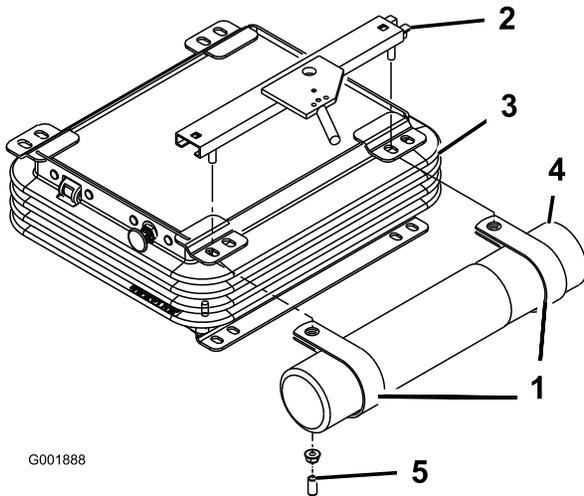

Figura 7
2. Retire las 2 tuercas y los tapones de vinilo (si están instalados) que sujetan el soporte superior del asiento al lado izquierdo de la suspensión del asiento (Figura 7).
3. Monte provisionalmente las abrazaderas de R a los espárragos del soporte del asiento con las 2 tuercas anteriormente retiradas. (Figura 7). Las abrazaderas en R deben colocarse debajo de las pestañas de la suspensión del asiento.